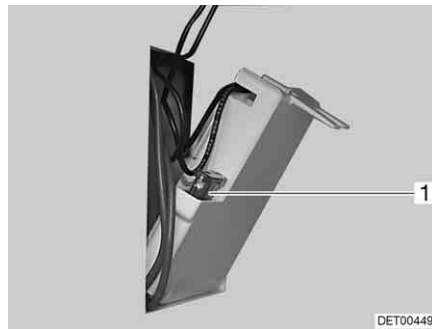

Fig. 184 Fusível da sanita Thetford
- Troque o fusível (Fig. 184,1).